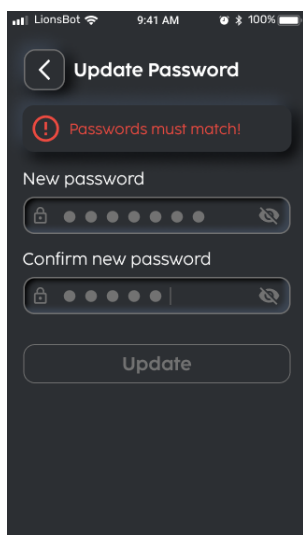

Fig. 7
5. Confirmez le nouveau mot de passe (Fig. 7).